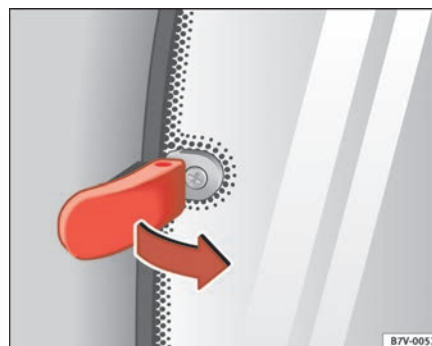

Abb. 65 Verriegelungshebel für mechanisches Ausstellfenster
- Ziehen Sie den Verriegelungshebel \Rightarrow Abb. 65 in Pfeilrichtung nach vorne und drücken Sie ihn gleichzeitig nach außen bis der Hebel einrastet.